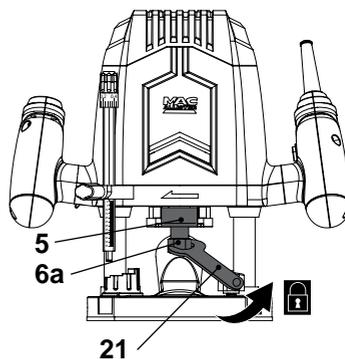

Fig. 5
- > Appuyez sur le bouton de verrouillage de la broche [5] et maintenez-le en position tout en resserrant l'écrou de verrouillage [6a] à l'aide de la clé [21] (Fig. 5).